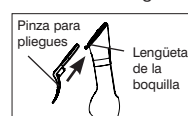

Figura 5
1. Retire el tanque de la unidad sujetando el mango y gírelo boca abajo. Desenrosque la tapa del fondo del tanque de agua. Mantenga el tanque bajo un chorro de agua fría hasta que quede lleno al nivel deseado (Figura 5). **NO** lo llene más arriba del nivel de llenado de 40 minutos. Una vez terminado de llenar el tanque, vuelva a enroscar la tapa y gírelo boca arriba (Figura 6). Coloque otra vez el tanque de agua en la unidad asegurándose de que quede bien posicionado y asegurado en su lugar. **ATENCIÓN:** Llene el tanque solamente con agua fría, **NO** use agua CALIENTE.